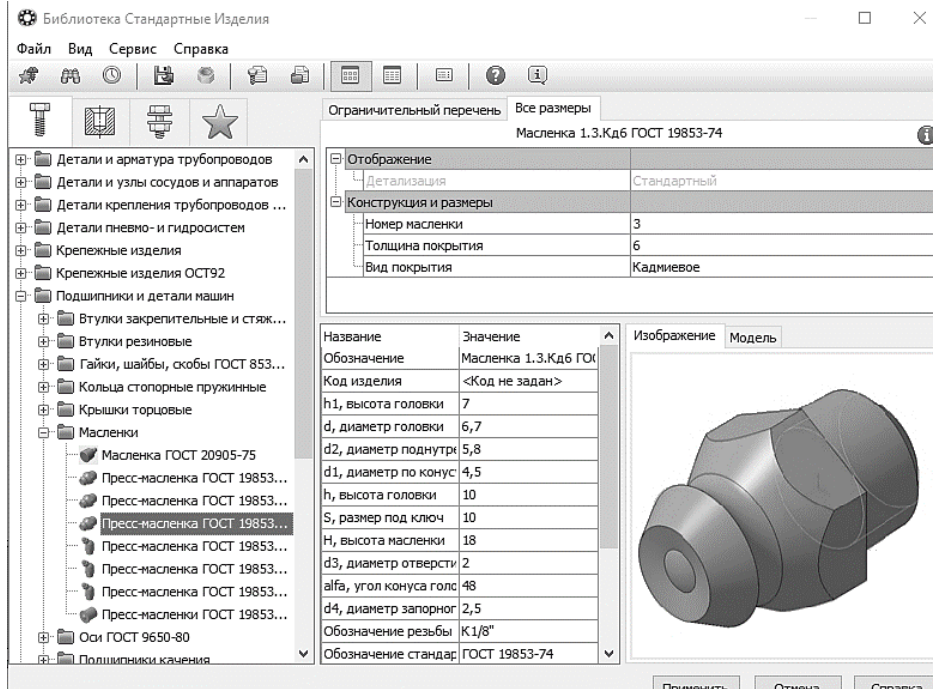

Рис. 119. Добавление Масленки
10.4.4 Укажите элемент *Пресс-масленка ГОСТ 19853-74 тип 1, номер 3-4* и нажмите кнопку **Применить** (рис. 119).